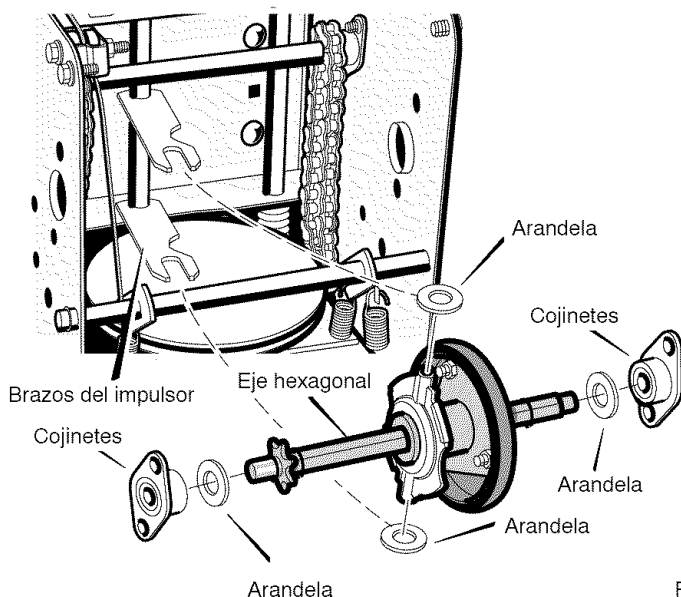

Figura 89
14. Instale el **eje hexagonal** y los **cojinetes** con los cuatro pernos que quitó antes (Figura 89).